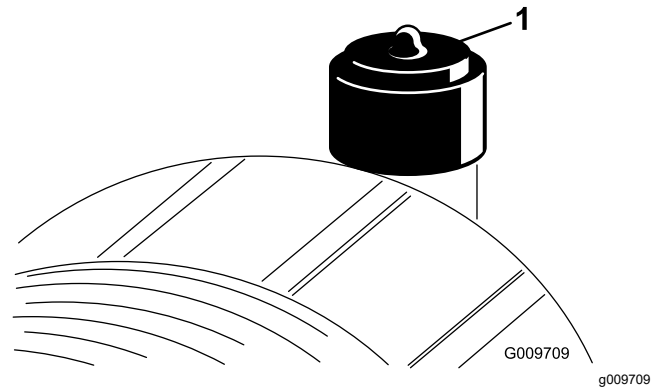

Figure 55
Faites l'entretien du filtre à air uniquement quand l'indicateur de colmatage (Figure 55) indique que cela est nécessaire. Changer le filtre à air prématurément ne fait qu'accroître le risque de contamination du moteur par des impuretés quand l'élément filtrant est déposé.
- Réarmez l'indicateur de colmatage (Figure 55) s'il est rouge.